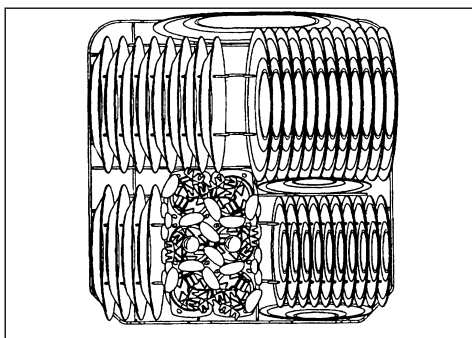

Abb. 11
**Anordnen des Geschirrs im Unterkorb** (siehe Abb. 11)